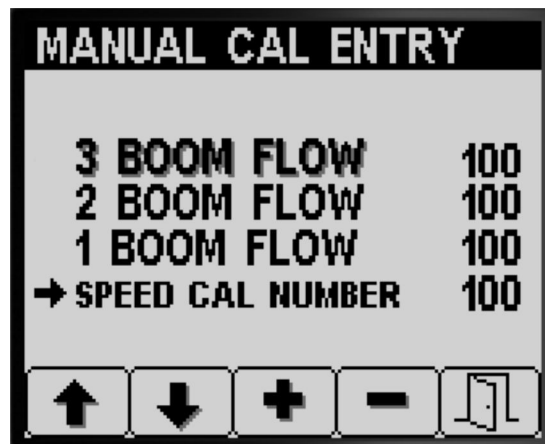

図 73
1. CALIBRATEサブメニューのボタン1と2でMANUAL CAL ENTRY手動キャリブレーション入力オプション間の移動 図 73。
2. ボタン4を押して速度のキャリブレーションを決定する 図 73。